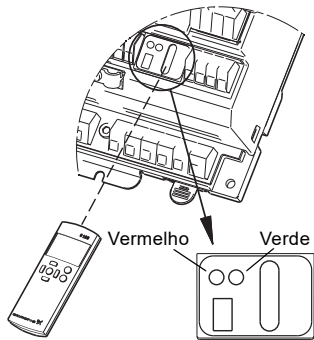

Fig. 7 R100 e luzes indicadoras
1. Aponte o R100 para o IO 351 e prima [OK]. Consulte a fig. 7.
Consulte a fig. 7.